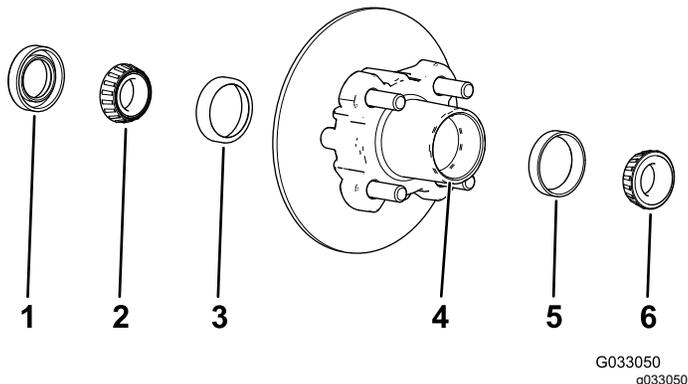

Figura 33
1. Rimuovete il cuscinetto esterno e il relativo anello dal mozzo (Figura 33).
2. Rimuovete la guarnizione e il cuscinetto interno dal mozzo (Figura 33).
5. Pulite la cavità del mozzo da tutto il grasso, la sporcizia e i detriti (Figura 33).
7. Riempite la cavità del mozzo per il 50–80% di grasso specificato (Figura 33).
8. Montate il cuscinetto interno sull'anello sul lato interno del mozzo e montate la guarnizione (Figura 33).